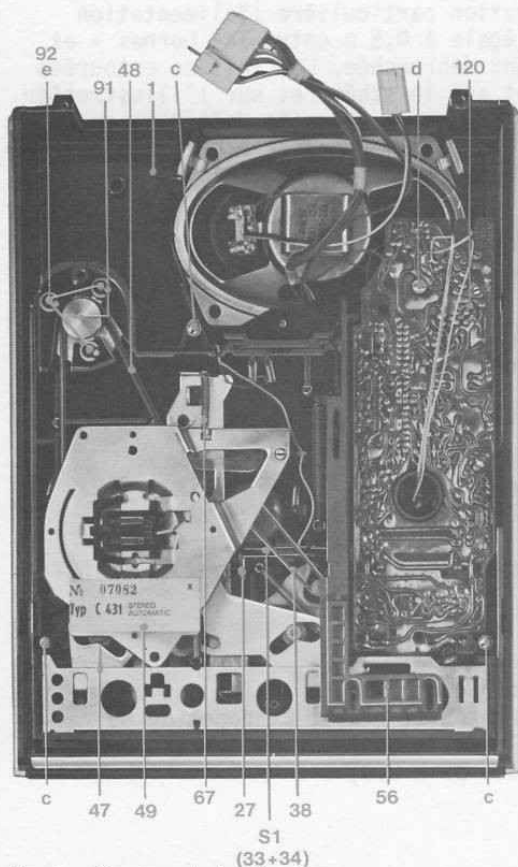

Fig. 4 Démontage de la mécanique
DÉMONTAGE DU CIRCUIT IMPRIMÉ V 120 (figure 4)
DÉMONTAGE DE LA MÉCANIQUE D'ENTRAÎNEMENT COMPLÈTE (figure 4)
DÉMONTAGE DU BLOC MOTEUR (91) [mécanique d'entraînement enlevée] (figure 4)
REMPACEMENT DES COURROIES (figure 4)
JEU DE CONTACTS S 1 (figure 4)